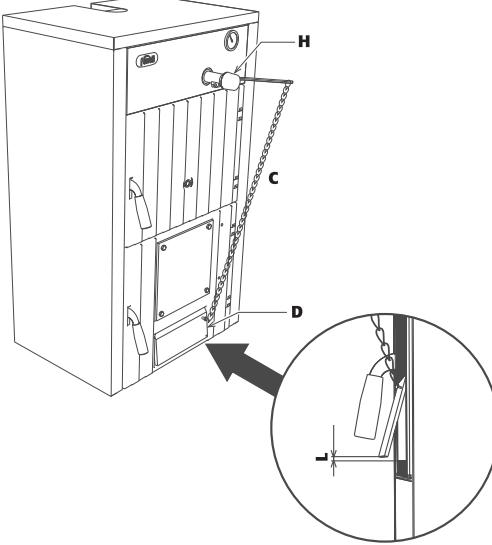

fig. 2 - Instalarea
2. Montați regulatorul termostatice "H" fig. 2.
4. Reglați șurubul de reglare al ușitei pentru priza de aer astfel încât, când ușa este sprijinată, să rămână în orice caz o trecere pentru aer de circa 1 - 2 mm maxim. Cu cazonul rece, poziționați termostatul de reglare la 60°C. Agătați lanțul "C" de ochiul corespunzător "D" al ușitei prizei de aer, reglându-l lungimea astfel încât trecerea aerului "L" (fig. 2) să fie de circa 15 mm pentru "cocs III" și 2 mm pentru "lemn".
Reglați șurubul de reglare al ușitei pentru priza de aer astfel încât, când ușita este sprijinită, să rămână în orice caz o trecere pentru aer de circa 1...2 mm maxim. Cu cazonul rece, poziționați termostatul de reglare la 60°C. Agătați lanțul de ochiul corespunzător al ușitei prizei de aer, reglându-i lungimea astfel încât trecerea pentru aer "L" (fig. 2) să fie de 15 mm pentru "coș III" și 2 mm pentru "lemn".